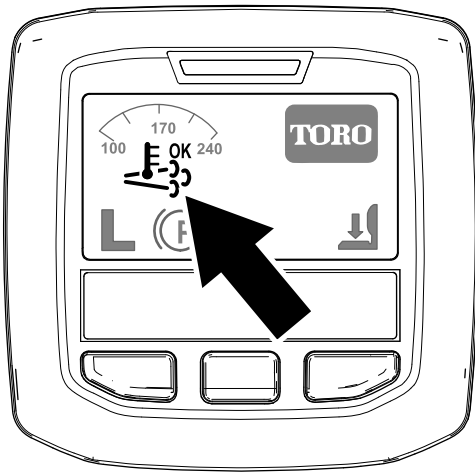

Figure 38
- L'icône de régénération assistée/commandée s'affiche sur l'InfoCenter (Figure 38).